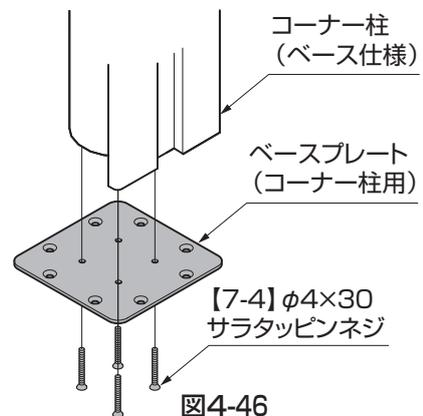

図4-46
①ベースプレート(コーナー柱用)の裏側から、コーナー柱(ベース仕様)を【7-4】で4ヶ所固定してください。(図4-46参照)